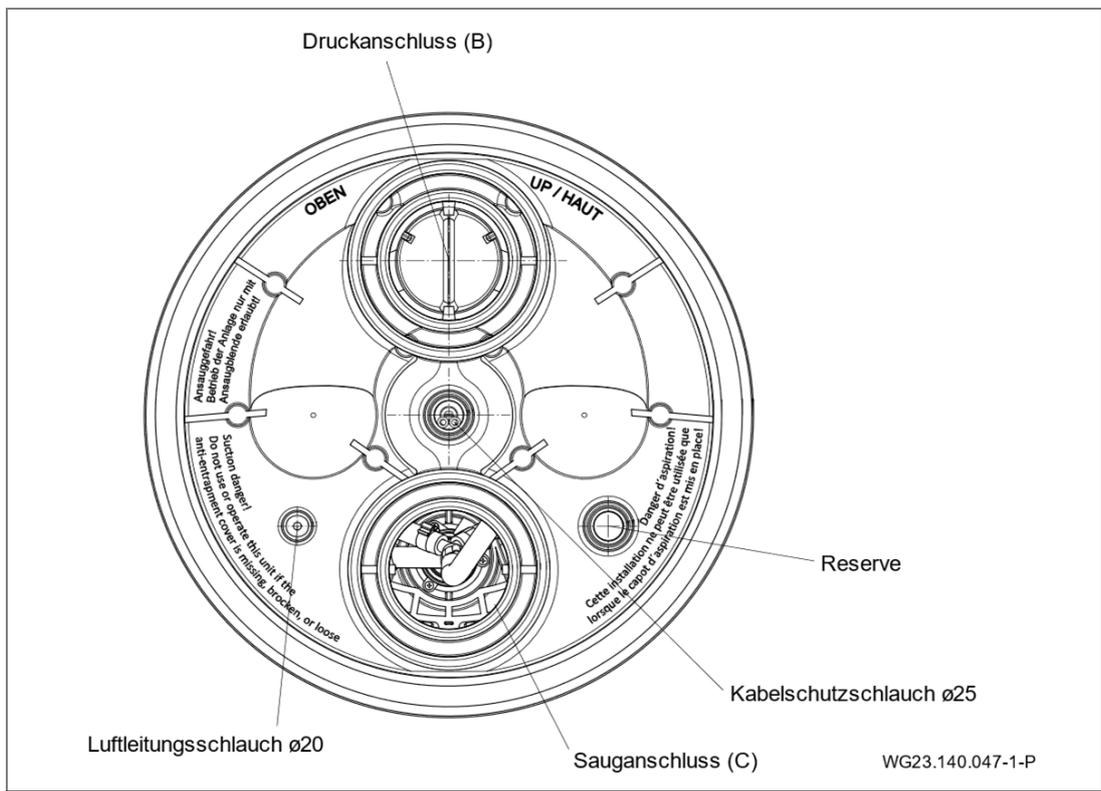

Abb. 16
1. Einkleben des Kabelschuttschlauches und des äußeren Luftleitungsschlauches. (Abb. 16)